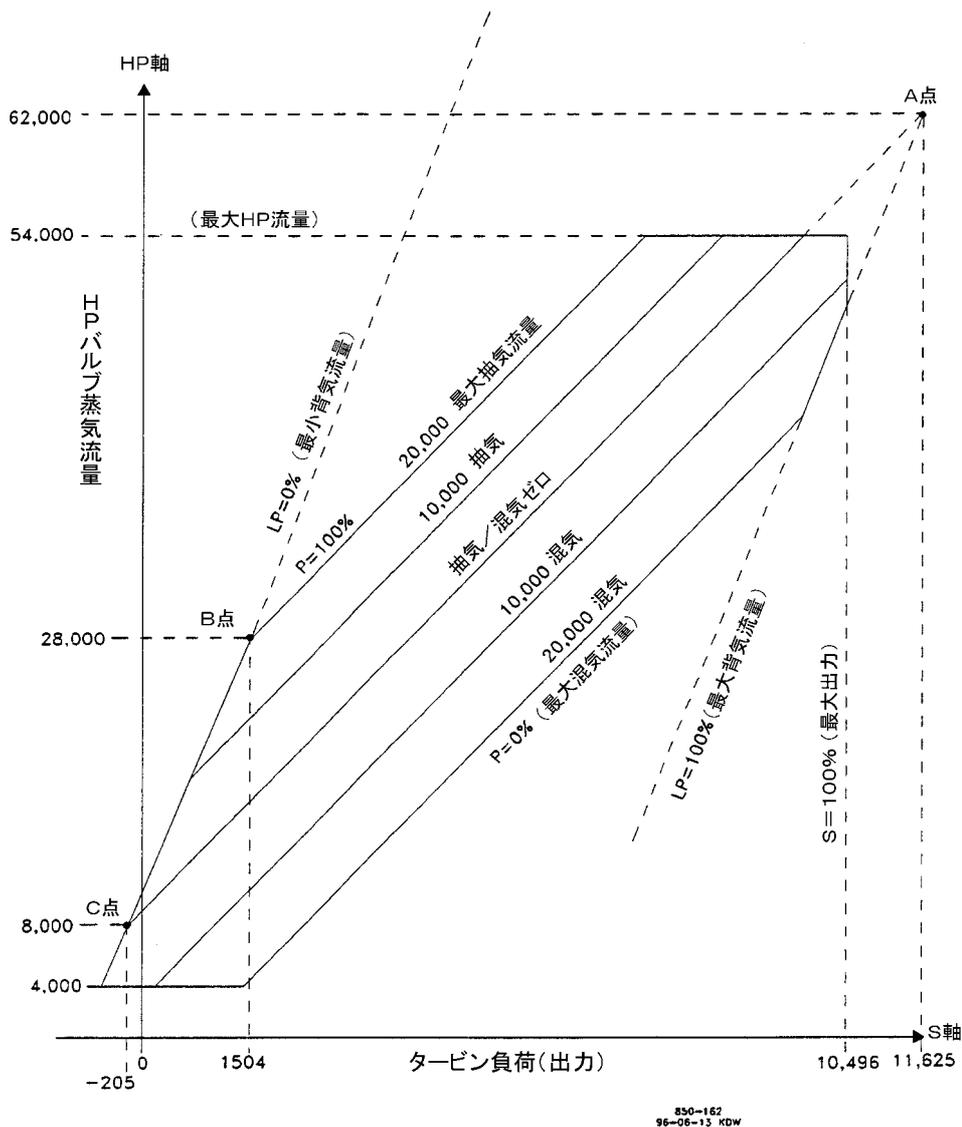

図5-6. 通常の抽気&混気タービンの蒸気マップ
タービンの抽気/混気蒸気マップを 505E にプログラムする前に、A、B、Cの各交点の位置が明確になっていなくてはなりません。(図 5-6 を参照の事。)
B点とC点の位置が明確になっていない場合、B点とC点の位置が明確になるように、蒸気マップを修正しなければなりません。LP=0の線を、新しく作成して追加します。LP=0の線を新しく作成するには、タービン出口で要求される最小蒸気流量(背圧の最小値)がわかっていなければなりません。ここに掲載された蒸気マップ(図5-6)では、要求される最小蒸気流量は8,000ポンド/時です。
1. 最大抽気流量の線を延長する。図5-6を参照の事。
この操作された蒸気マップからは、タービンの制御に必要な10個の値を拾い出す事ができます。図 5-6 の蒸気マップを使用して、以下にその例を示します。